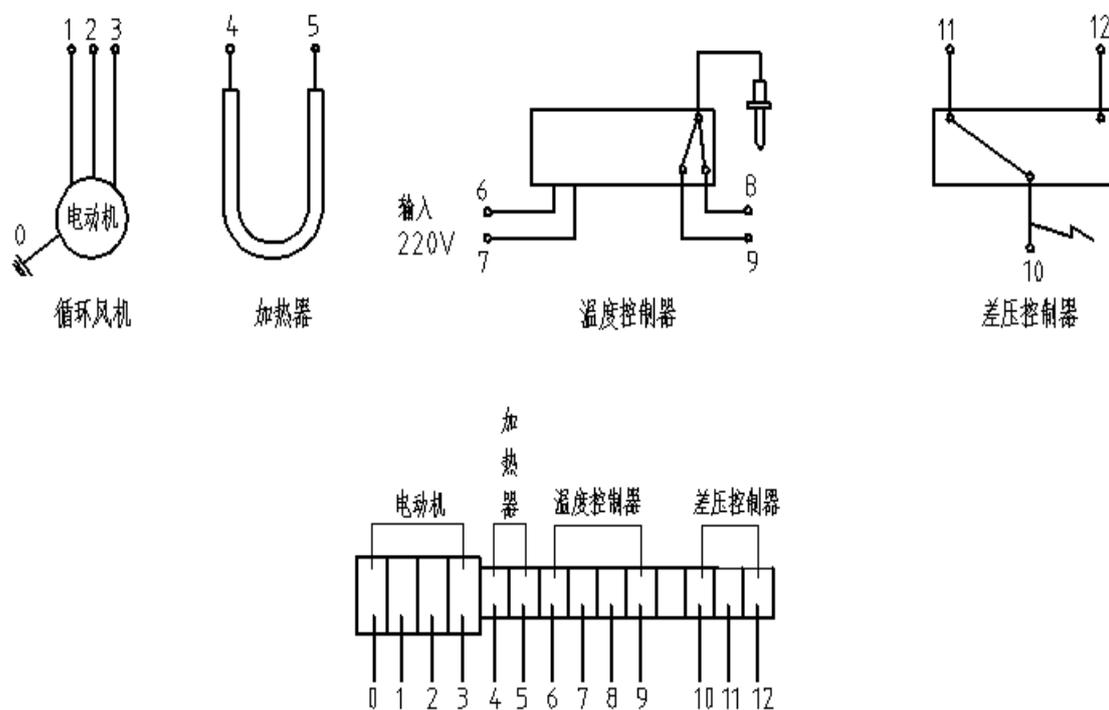

图 4 空水冷却器内的接线图
3.6.1.2 冷却器的接线盒内相应的接线标记如图 4 所示:
3.6.3.1 电机内部装有防潮加热器为 CHGQ1-220V 或者 JGL1-220V，每台电机共 2 只，机座前后各 1 只。也可根据用户要求装设。接线图如下图 4 所示。